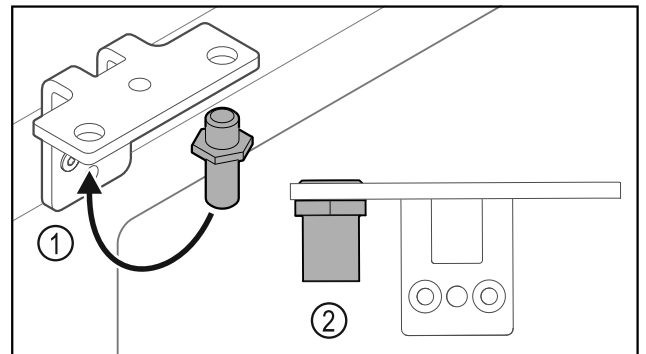

Fig. 17
- ▶ Перемістити палець Fig. 17 (1) у шарнірному кутику.
- ▶ Затягнути палець Fig. 17 (2) з **обертальним моментом 12 Нм**.